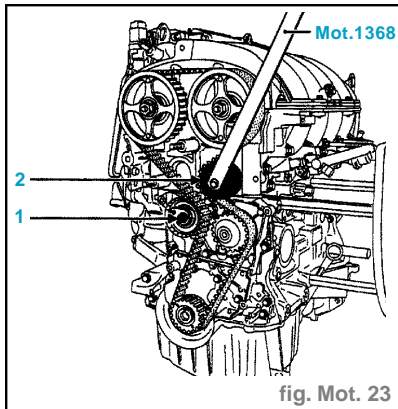

fig. Mot. 23
- Détendre la courroie de distribution en dévissant l'écrou (1) du galet tendeur (fig. Mot. 23).
- le galet enrouleur en serrant la vis de fixation à l'aide du **Mot.1368** (au couple de **4,5 daN.m**) (fig.Mot. 23),
- le galet enrouleur en serrant la vis de fixation à l'aide du **Mot.1368** (au couple de **4,5 daN.m**) (fig. Mot. 23).